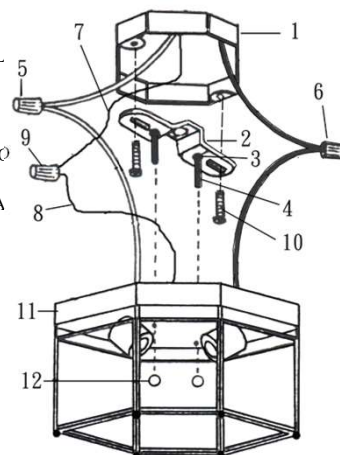

FIGURA 5
B) Si el accesorio usa un solo NIPLE IPS DE 1/8" (4) para el montaje, enrosque la TUERCA HEXAGONAL IPS DE 1/8" (3) en el NIPLE, y atornille el NIPLE en la ABRAZADERA DE MONTAJE (2), sin apretar la TUERCA HEXAGONAL (3). (Figura 5)
2. Hale los cables de alimentación fuera de la CAJA DE CONEXIONES (1) y monte la ABRAZADERA DE MONTAJE (2) o la placa de montaje universal en la CAJA DE CONEXIONES (1), usando los TORNILLOS DE MONTAJE (10).
3. Una el cable de alimentación al hilo conductor del accesorio conectando NEGRO con NEGRO (6) y BLANCO con BLANCO (5). Conecte el CABLE A TIERRA DEL ACCESORIO (8) al CABLE DE ALIMENTACIÓN A TIERRA (7) usando una TUERCA PARA CABLE (9) (no incluida).
4. Coloque el DOSEL (11) en el accesorio sobre la CAJA DE CONEXIONES (1) y en los tornillos de montaje (o NIPLE), y ajuste los tornillos de montaje del accesorio #8-32 (o NIPLE) hasta que sobresalgan del DOSEL (11) de 1/4". Retire el DOSEL (11) y asegure la posición de los tornillos de montaje del accesorio (o NIPLE) apretando las TUERCAS HEXAGONALES (3) contra la ABRAZADERA DE MONTAJE (2). Coloque el DOSEL (11) de nuevo en los tornillos de montaje del accesorio (o NIPLE), y asegúrelos en su lugar usando la TUERCA DECORATIVA (12) que se suministra.